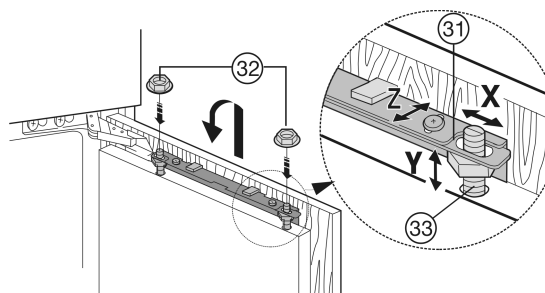

Fig. 23
- ▶ Enganche la puerta del mueble en los pernos de ajuste Fig. 23 (33) y atornille ligeramente las contratruercas Fig. 23 (32) en los pernos de ajuste.
- ▶ Alinee la puerta del mueble en cuanto a altura e inclinación lateral: ajuste los pernos de ajuste Fig. 23 (33) con un destornillador.
- ▶ Apriete las contratruercas Fig. 23 (32).